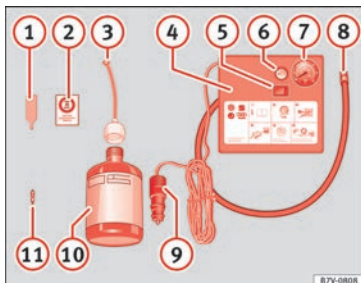

Abb. 190 Prinzipdarstellung: Bestandteile des Pannensets
Das Pannenset befindet sich im Gepäckraum unter dem Bodenbelag. Es besteht aus folgenden Bestandteilen » **Abb. 190**:
- Schrauben Sie mit dem Ventilatorersatz » **Abb. 190** ⑪ den Ventilator heraus und legen Sie ihn auf einem sauberen Untergrund ab.
- Reifenfüllflasche » **Abb. 190** ⑩ einige Male kräftig hin- und herschütteln.
- Einfüllschlauch » **Abb. 190** ③ fest im Uhrzeigersinn auf die Reifenfüllflasche schrauben. Die Folie am Verschluss wird automatisch durchstoßen.
- Verschlussstopfen vom Einfüllschlauch » **Abb. 190** ③ entfernen und das
- Ventilatorersatz mit dem Ventilatorersatzdreher » **Abb. 190** ⑪ wieder in das Reifenventil schrauben.
- Reifenfüllschlauch » **Abb. 190** ⑧ des Luftkompressors fest auf das Reifenventil schrauben.
- Stellen Sie sicher, dass die Luftablassschraube » **Abb. 190** ⑥ zuge dreht ist.
- Kabelstecker » **Abb. 190** ⑨ in eine 12 Volt-Steckdose im Fahrzeug stecken » **Seite 127**.
- Luftkompressor mit dem EIN- und AUS-Schalter » **Abb. 190** ⑤ einschalten.
Den Reifenfüllschlauch »» **Abb. 190** ⑧ wieder anschließen und den Reifenfülldruck an der Reifenfülldruckanzeige ⑦ ablesen.